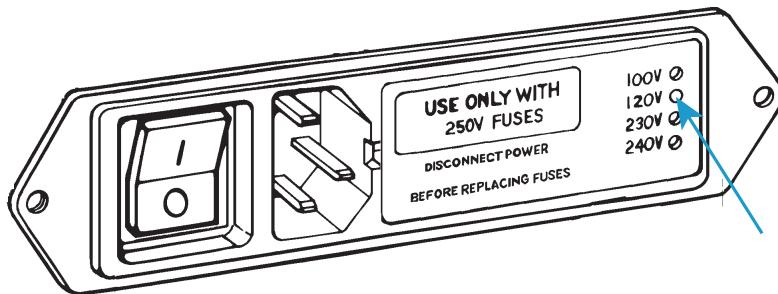

図4. 電圧設定ができる電源入力コネクタ
2. 電源入力コネクタを点検し、38 ページの図 4 を参照します。コネクタの右側には、4 つの穴が垂直線に並んでおり、それぞれ異なる線間電圧に対応しています。現在の電圧は、穴の 1 つに白いプラスチック ピンが見えることで分かります。図 4 で指定されている電圧は 120V です。
3. 電源入力コネクタからヒューズ ホルダ (1) を取り外し、下の図のように電圧セレクタ カード (2) を露出します。
4. ロング ノーズ プライヤを使って、下の図のように電圧セレクタ カード (2) を取り外します。電圧インジケータ ピンにはラベルが添付されています (3)。
5. 下の図に示すように、インジケータ ピンが (3) が上方向を指すように、電圧セレクタ カードの位置を決めます。この位置にピンを保持しながら、必要な電圧設定がカードの下部に表示されるまでカードを回転させます。
8. ヒューズ ホルダをコネクタへ再取り付けします。インジケータ ピンが正しい入力電圧を示すことを確認します。38 ページの図 4 を参照してください。